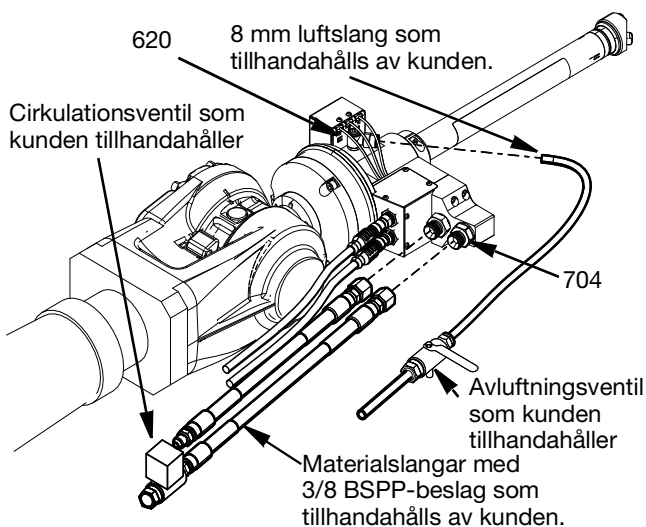

FIG. 6
Luftmatningen är ansluten till Switch 3D-pistolen med en 8 mm polyuretanslang till rörvinkelns ledkoppling (620) på sidan av ledade huset (619). Kunden måste installera luftventil mellan luftmatningen och Switch 3D-pistolanslutningen. Se FIG. 6.
Materialmatning- och returslangar har 3/8 BSPP-kopplingar. Materialmatningsslangen är ansluten till porten märkt "Inlopp". Materialmatningsslangen är ansluten till porten märkt "Returinlopp". (Om ingen cirkulation har valts, är porten för returinlopp 2 ansluten med en 3/8 BSPP-kontakt (132879). Om du väljer två material är båda anslutningarna inlopp (ingen retur möjlig). Se FIG. 6.
- Kontrollera att magnetventilerna (613), som visas på ledade kammaren, sidan 28, fungerar korrekt genom att öppna och stänga ventilerna från roboten och lyssna på kolvjuden.
- Öppna den kundinstallerade återcirkulationsventilen och spola materialet genom ventilen tills all instängd luft i materialreturen är borta. Se FIG. 6.
3. Avlasta trycket i luftledningarna genom att stänga den av kunden monterade avluftande luftventilen. Se FIG. 6.
4. (Se FIG. 6). Om munstycket eller materialslangen är igensatt eller om trycket inte har avlastats helt efter att stegen ovan har följts, lossa materialslangen mycket långsamt från 3/8 tum BSPP-inloppskopplingen (704).